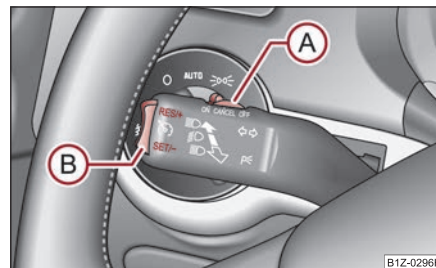

Fig. 152 Maneta: tasta basculantă și comutatorul sistemului de viteză de croazieră
- Apăsați comutatorul **A** ⇒ fig. 152 în poziția **ON**.
- Viteza memorată poate fi **mărită** fără acționarea pedalei de accelerație, prin apăsarea tastei **(B)** ⇒ pagina 129, fig. 152 în poziția **RES**.
pedalei de frână și după apăsarea scurtă a tastei **(B)** ⇒ pagina 129, fig. 152 în poziția **RES**.
- Apăsați comutatorul **(A)** ⇒ pagina 129, fig. 152 spre dreapta în poziția **OFF**. ■